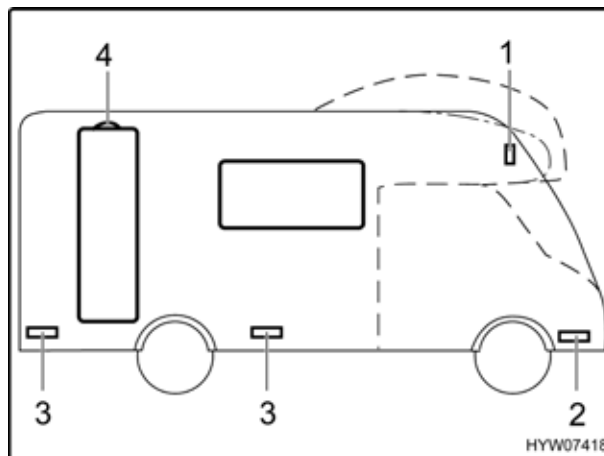

Fig. 189 Luci laterali (Camp GT, Tramp GT, Classe B, B Star-Line)
**Camp GT, Tramp GT, Classe B, B Star-Line****Luce di sagoma (Fig. 189,1) (eccetto Tramp GT)**
**Indicatore di direzione (Fig. 189,2)**
**Luce di ingombro (Fig. 189,3)**
**Luce tenda veranda (Fig. 189,4)**